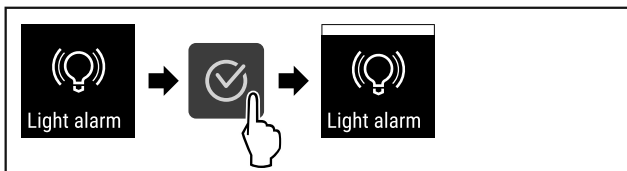

Fig. 102
- ▶ Végezze el a gyakorlati lépéseket (lásd Fig. 102) .